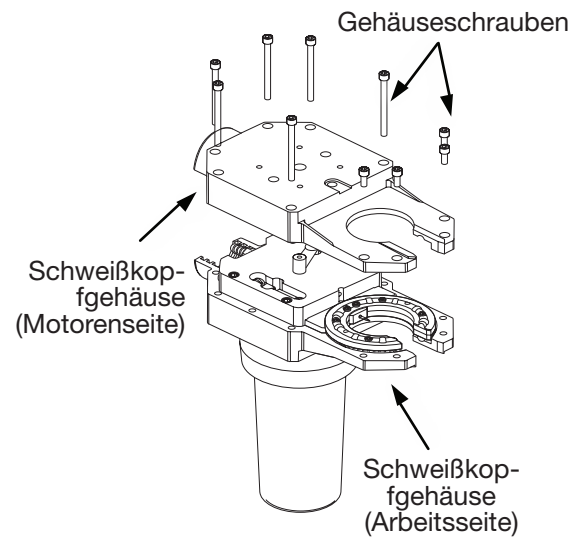

Abbildung 26 Entfernen der Sicherungsringshälfte des Schweißkopfgehäuses
7. Den Rotor von der Motorenhälfte des Schweißkopfge-häuses entfernen. Siehe Abbildung 26.